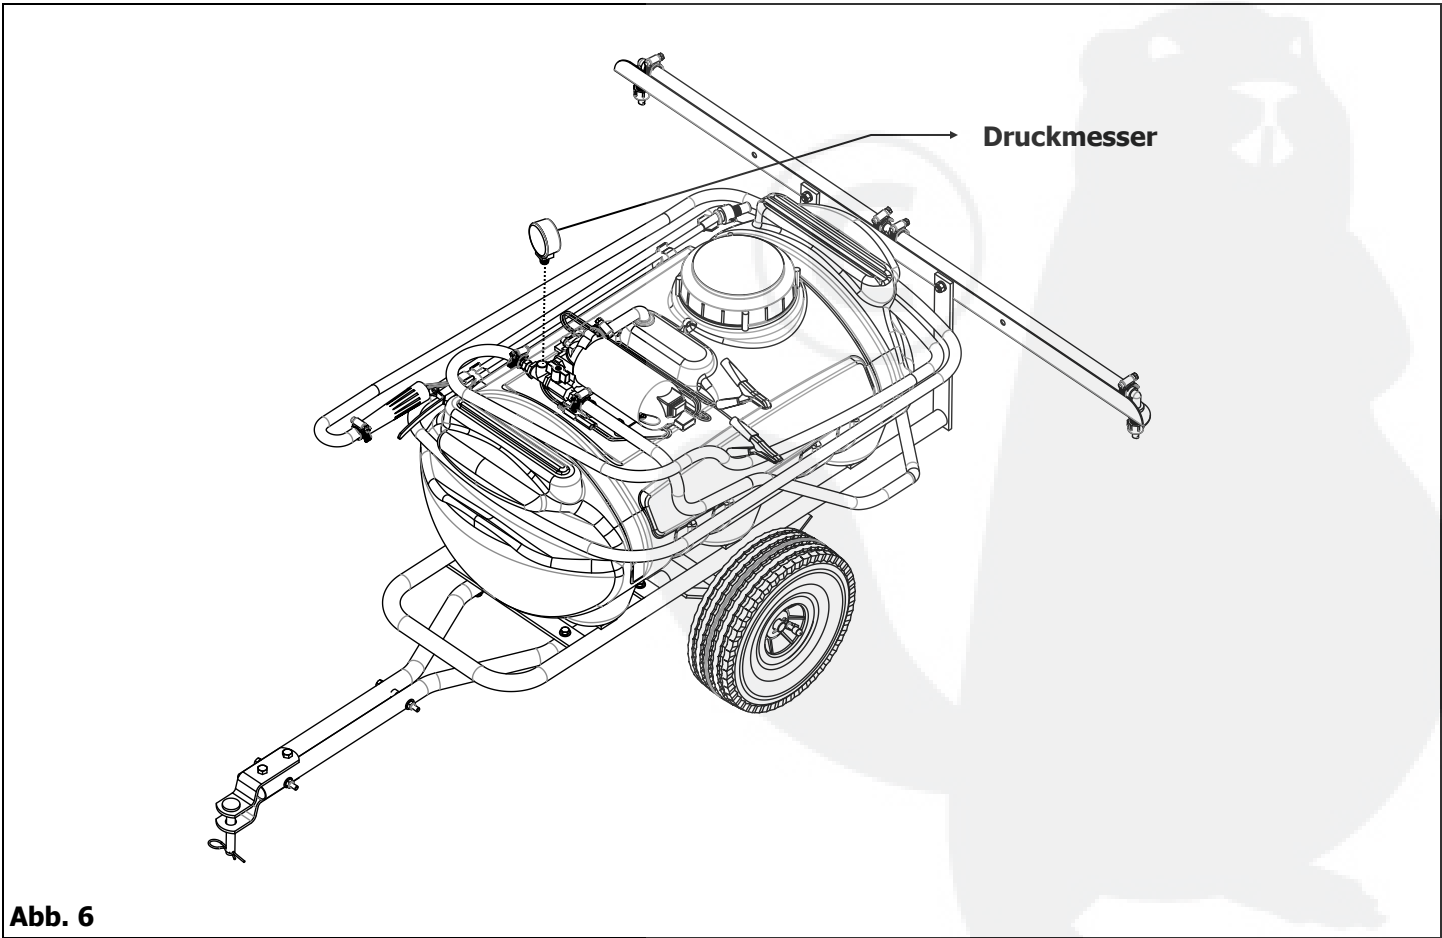

Abb. 6
6. Schrauben Sie den Druckmesser im Uhrzeigersinn in das 6,3 mm T-Stück mit Anschluss. Siehe Abbildung 6